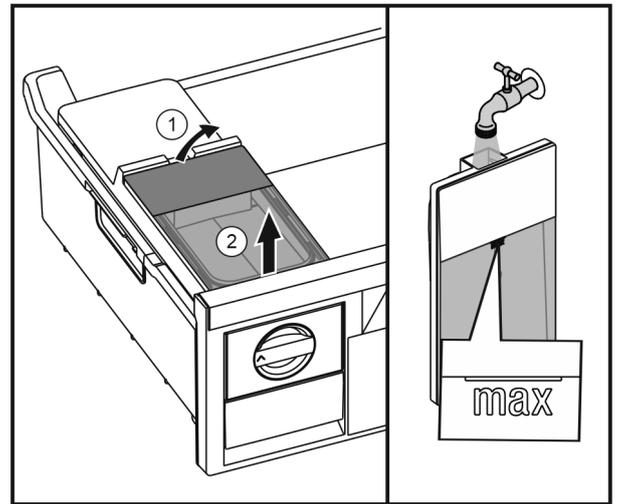

Fig. 20
- ▶ Wassertank von hinten anheben Fig. 20 (1) und nach oben entnehmen Fig. 20 (2).